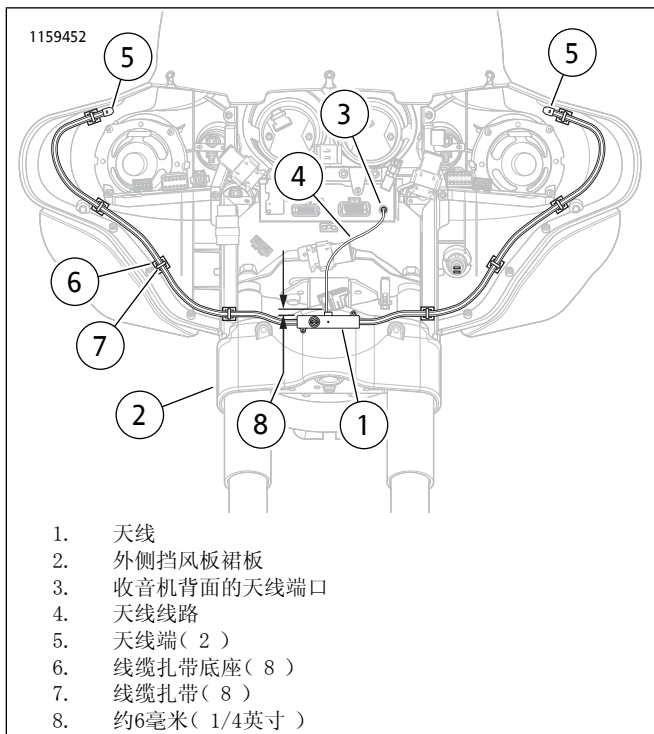
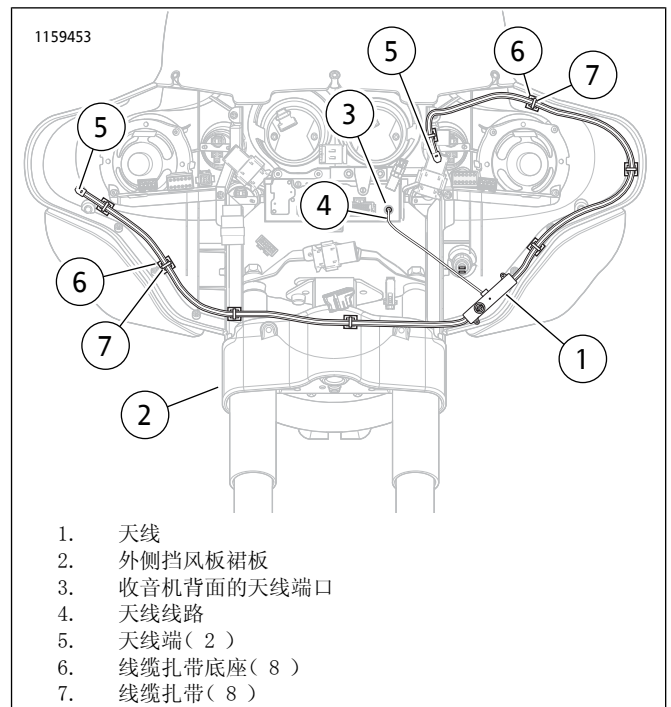
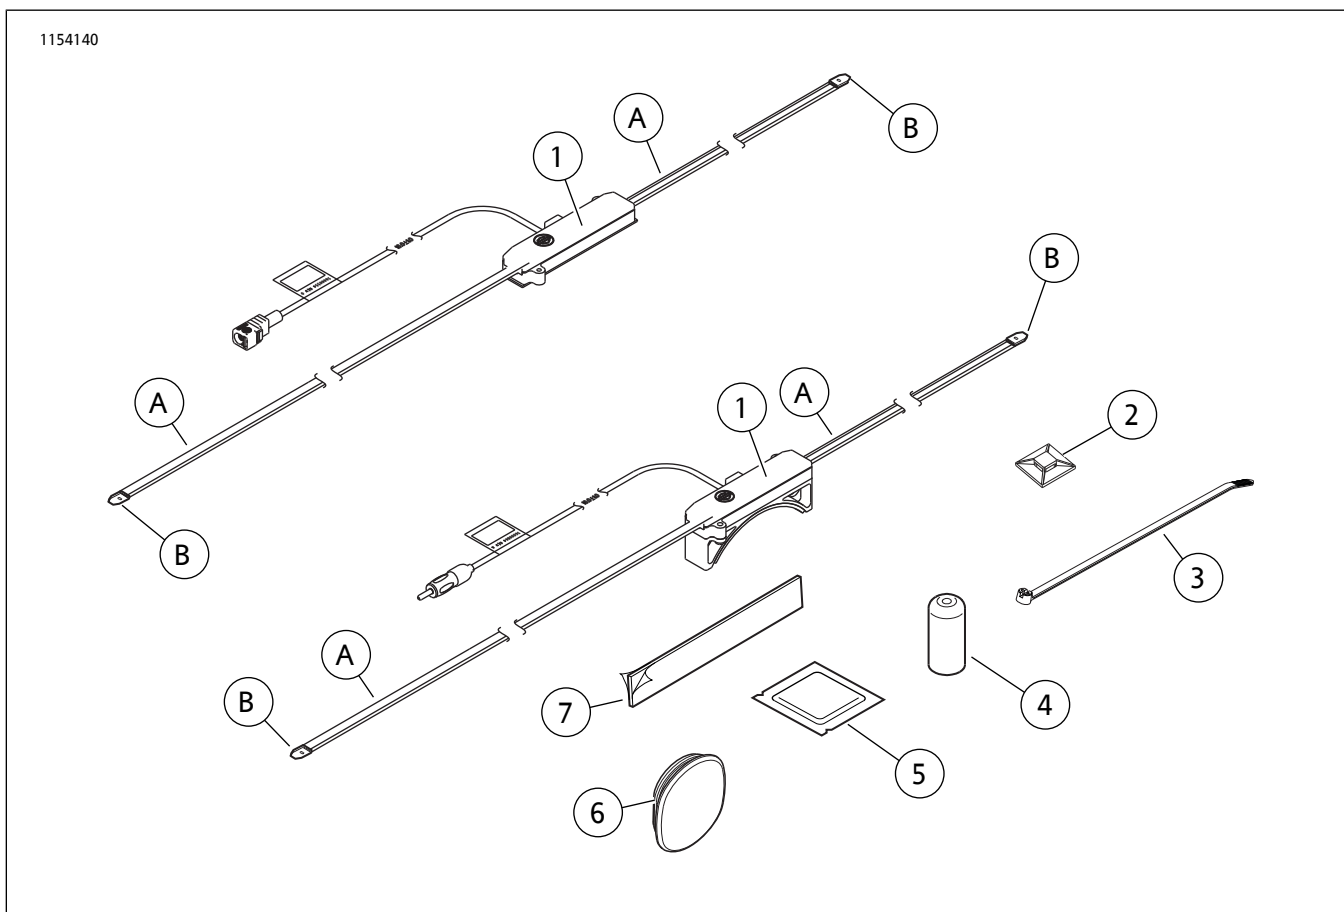

图5. 布设天线元件(带有标准前灯的FLHT车型)
图6. 布设天线元件(带有LED或双灯泡前灯的FLHT车型)
图8。维修零件：Boom! Audio隐藏式天线套件
5. 粘贴线缆扎带底座(6)之前，使用酒精清洁包(参见图8：项目5)清洁线缆扎带底座(6)安装表面。
6. 参见图8。FLHX车型：从后挡板装饰条上的天线通孔拆下套环。安装套件中的孔塞(6)。所有车型：从车辆后部拆下OE AM/FM天线杆。在天线基座上安装天线螺纹保护盖(4)。
1. 参见图5。从套件中取出天线(1)和酒精清洁包(参见图8：项目5)。
3. 使用酒精清洁包(参见图8:项目5)清洁裙板安装区域。待其完全晾干。
4. 去掉安装楔上泡沫胶带(参见图8:项目7)的背胶衬垫。
1. 参见图8。从套件中取出的天线(1)、泡沫胶带(7)和酒精清洁包(5)。
4. 参见图5。按照图示抵住内侧挡风板内侧试装天线(1)。
5. 使用酒精清洁包(参见图8:项目5)清洁内侧挡风板安装区域和天线安装区域。待其完全晾干。
6. 去掉泡沫胶带(参见图8:项目7)一侧的背胶衬垫。将胶带固定至天线。
7. 参见图6。去掉泡沫胶带(参见图8:项目7)另一侧的背胶衬垫。
5. 使用酒精清洁包(参见图8:项目5)清洁挡风板安装架(2)安装区域和天线(1)安装区域。待其完全晾干。
7. 去掉泡沫胶带(参见图8:项目7)另一侧的背胶衬垫。